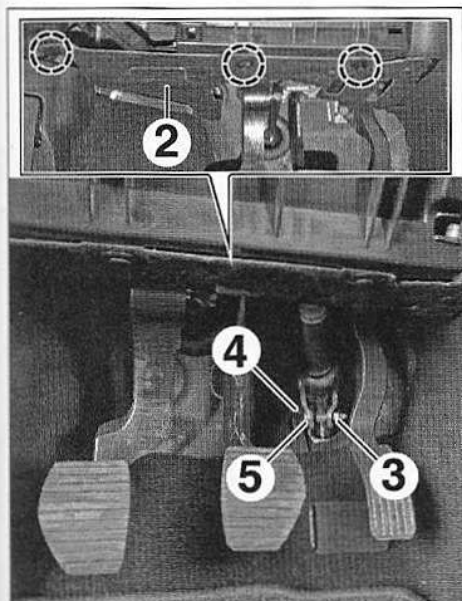

FIG.7
- la garniture inférieure gauche de planche de bord (2), puis débrancher le connecteur de l'éclairage de plancher (Fig.7).